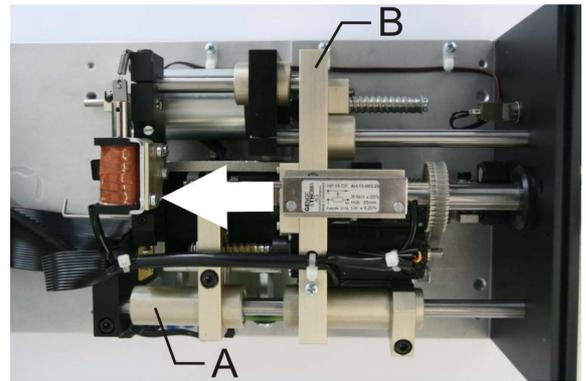

Figure 15. Positionner les chariots
- Faites coulisser les chariots (A) et (B) en position arrière (Figure 15).